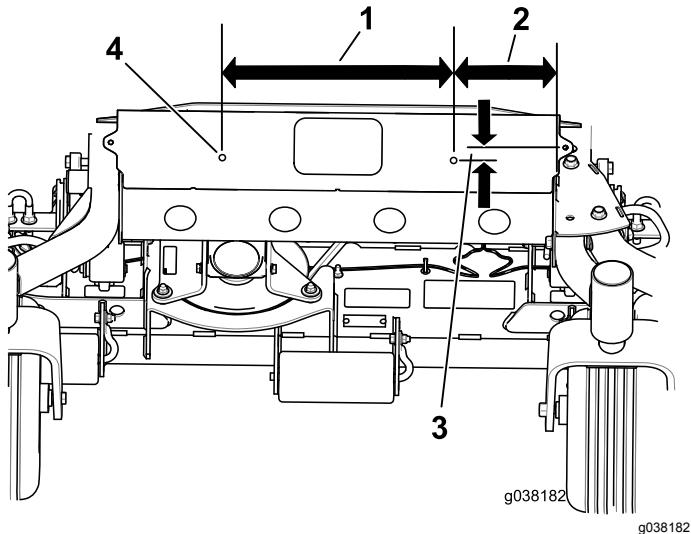

Bild 2
2. Bohren Sie die Löcher, wie in Bild 2 abgebildet.